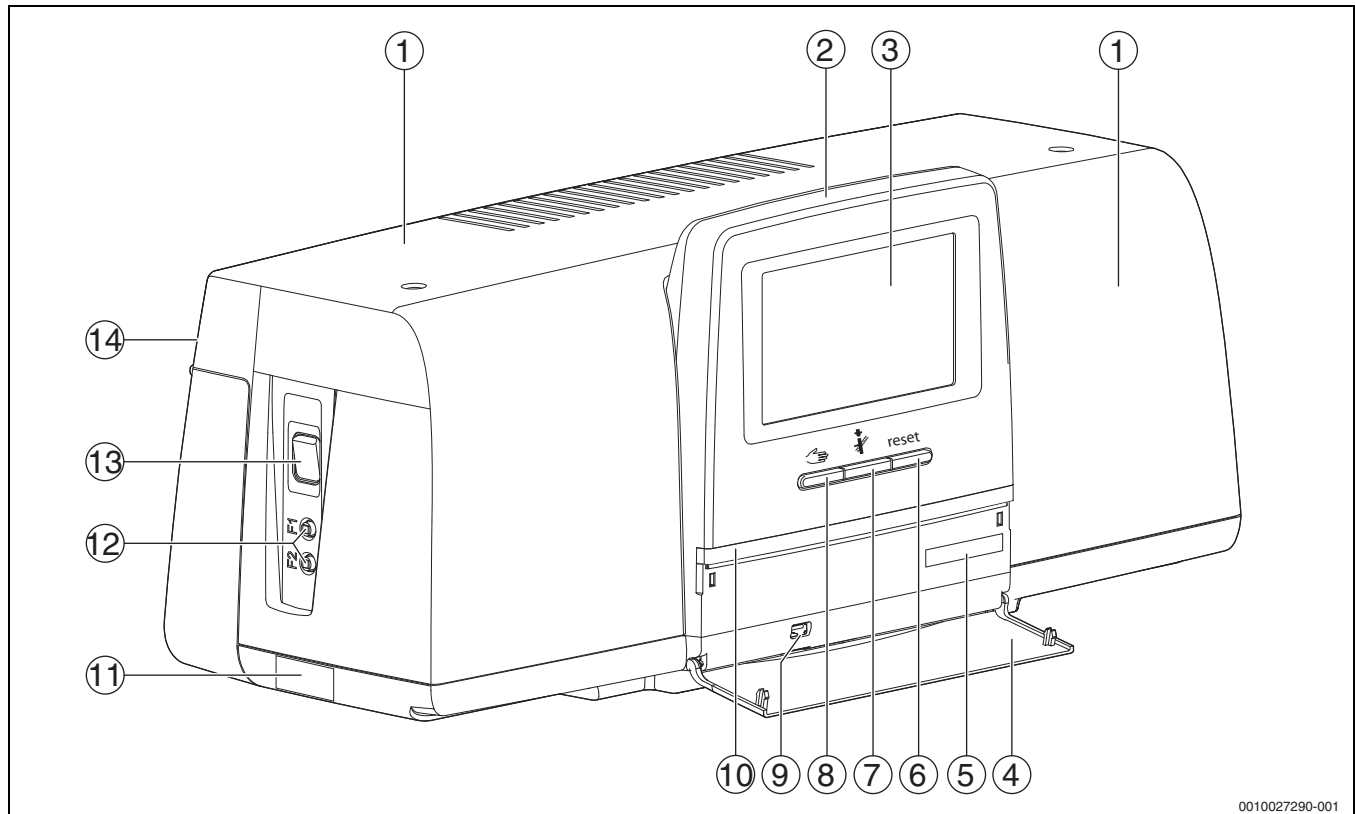

Bild 7 Übersicht des Regelgeräts und der Bedienelemente
Der Status der Anlage, der Funktionen und der Anlagenkomponenten wird über die Statusanzeige (→ Bild 13, [2], [6], Seite 14) und die LED-Statusanzeige (→ Bild 7, [10], Seite 10) angezeigt:
- ▶ Regelgerät am Schalter Ein/Aus einschalten (→ Bild 7, [13], Seite 10).